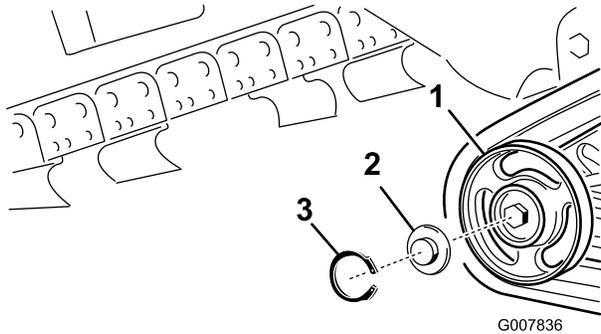

Figure 52
2. Déposez le jonc d'arrêt et le chapeau d'un galet de roulement (Figure 52).
3. Vérifiez la graisse sous le chapeau et autour du joint (Figure 52). Si elle est encrassée, granuleuse ou en quantité insuffisante, enlevez toute la graisse, remplacez le joint et ajoutez de la graisse neuve.
5. Placez le chapeau de galet de roulement sur la tête du boulon (Figure 52).
6. Fixez le chapeau avec le jonc d'arrêt (Figure 52).